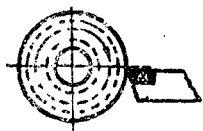

图 5
7. 砂輪的刃磨方向必須要与合金焊的相反（如图5），并使刀体后角加工尽量的改变为銑。